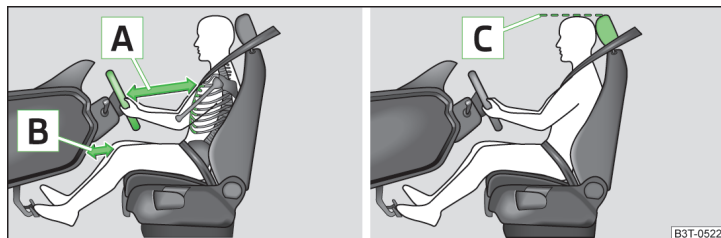

Fig. 1 Posición de asiento correcta del conductor / ajuste correcto del reposacabezas
- ✓ Ajuste el asiento del conductor longitudinalmente de forma que la distancia de las piernas **B** hasta el tablero de instrumentos en la zona del airbag de rodillas sea al menos de 10 cm » fig. 1.
- ✓ Ajustar el volante de tal modo, que la distancia **A** entre el volante y el esternón sea, como mínimo, de 25 cm » fig. 1. Ajustar el volante » página 10, *Ajustar la posición del volante*.
- ✓ Ajuste el reposacabezas de tal modo que el borde superior del mismo se encuentre de ser posible a la misma altura que la parte superior de su cabeza **C** » fig. 1.
- ✓ Ajuste el reposacabezas de tal modo que el borde superior del mismo se encuentre de ser posible a la misma altura que la parte superior de su cabeza [C] » fig. 1 de la página 10.
- ✓ Ajuste el reposacabezas de tal modo que el borde superior del mismo se encuentre de ser posible a la misma altura que la parte superior de la cabeza [C] » fig. 1 de la página 10.